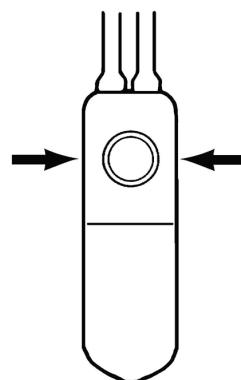

Figura 4-42. Método de presión lateral
1. Apriete los lados de la bomba de control adyacentes al botón de desactivación para permitir que el fluido llene la pera de la bomba. (**Figura 4-42**)